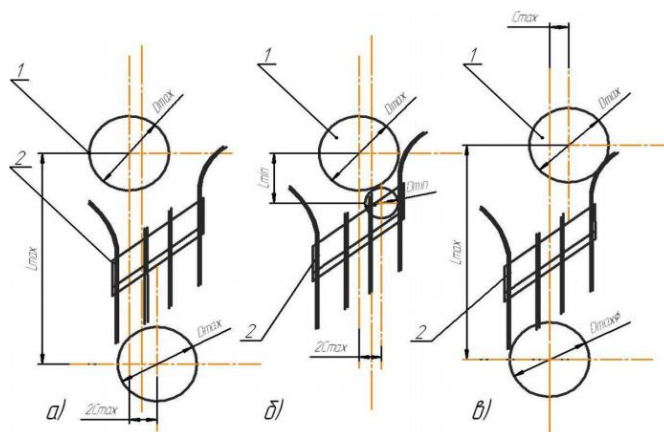

Рис. 2. Схема розташування коренеплодів в рядку:
1) два коренеплоду мають максимальний діаметр і розташовані один від одного на максимальній відстані, при цьому обидва відхилені від осі рядка на максимальну величину (рис. 2, а);
2) два коренеплоду мають максимальний діаметр і розташовані один від одного на максимальній відстані, при цьому від осі рядка на максимальну величину видалений лише один коренеплід (рис. 2, б);
3) один коренеплід має максимальний діаметр, другий – мінімальний діаметр, і розташовані на мінімальній відстані один від одного, при цьому обидва відхилені від осі рядка на максимальну величину (рис. 2, в).